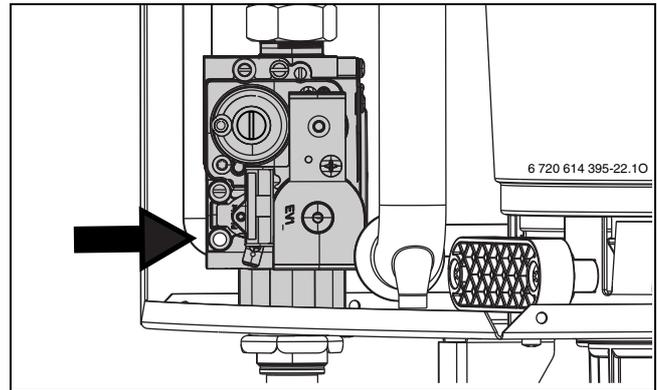

Fig. 43
- ▶ Sigillare, con vernice, la testa di ogni vite di regolazione (fig. 43, rif. 2 e 3).